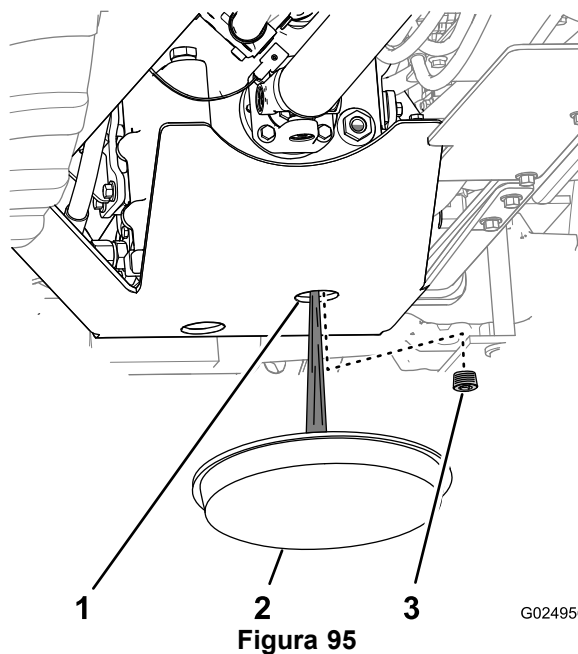

Figura 95
2. Coloque un recipiente de vaciado debajo del orificio delantero del protector de la transmisión (Figura 95).
3. A través del protector de la transmisión, limpie la zona alrededor del tapón de vaciado de la transmisión (Figura 95).